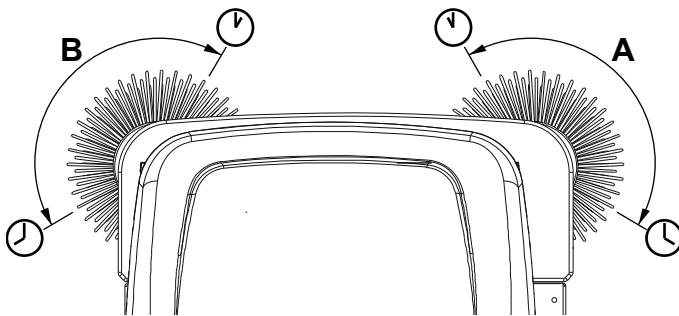

Abbildung 4
3. Zündschlüssel (57) drehen und Gerät einschalten.
4. Seitenbesen mit dem Hebel (52) absenken und 1 Minute drehen lassen.
5. Sind die Seitenbesen (9) (15, serienmäßig bei SR 1601 MAXI) abgesenkt, müssen sie den Boden hinsichtlich Ausdehnung und Ausrichtung wie auf der Abbildung (A und B, Abb. 4) berühren.